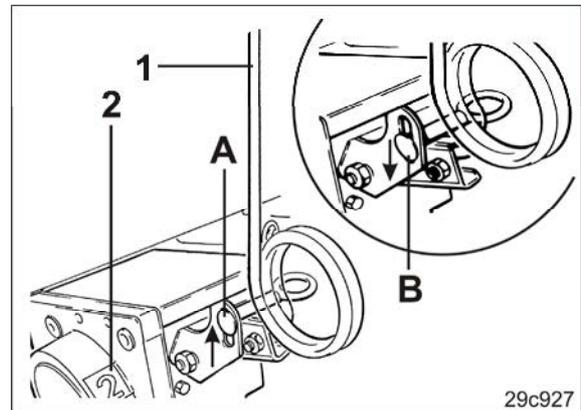

Fig. 196
2. Tirar de la palanca de mando (Fig. 196/1) de la caja de distribución si el número (Fig. 196/2) en la ventana de la caja está a "0". El contador de calles no debe indicar "0".
3. Soltar el tornillo de apriete (Fig. 196/A) y desplazar hacia abajo en el agujero alargado y apretar firmemente (véase Fig. 196/B).
El contador de calles (Fig. 196/2) no debe indicar "0". De lo contrario, se trazarán calles permanentemente.